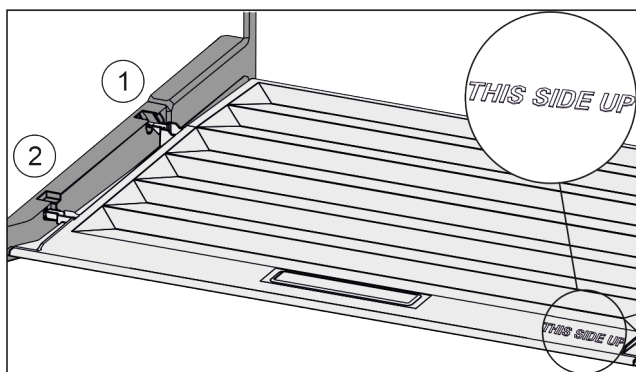

Fig. 116
- ▶ Robova predala vstavite nad odprtino zadnjega držala Fig. 116 (1), spredaj pa ju zataknete v držalo Fig. 116 (2).